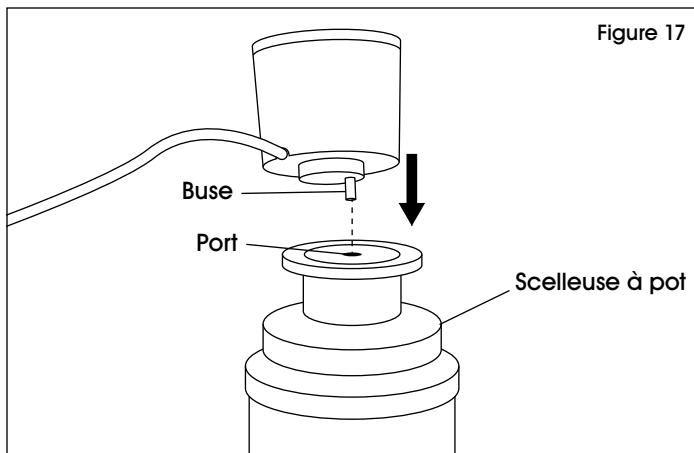

Figure 17
5. Insérez la buse de la partie supérieure de la scelleuse dans le port de la scelleuse à pot ou du bouchon de bouteille. (Voir Figure 17)